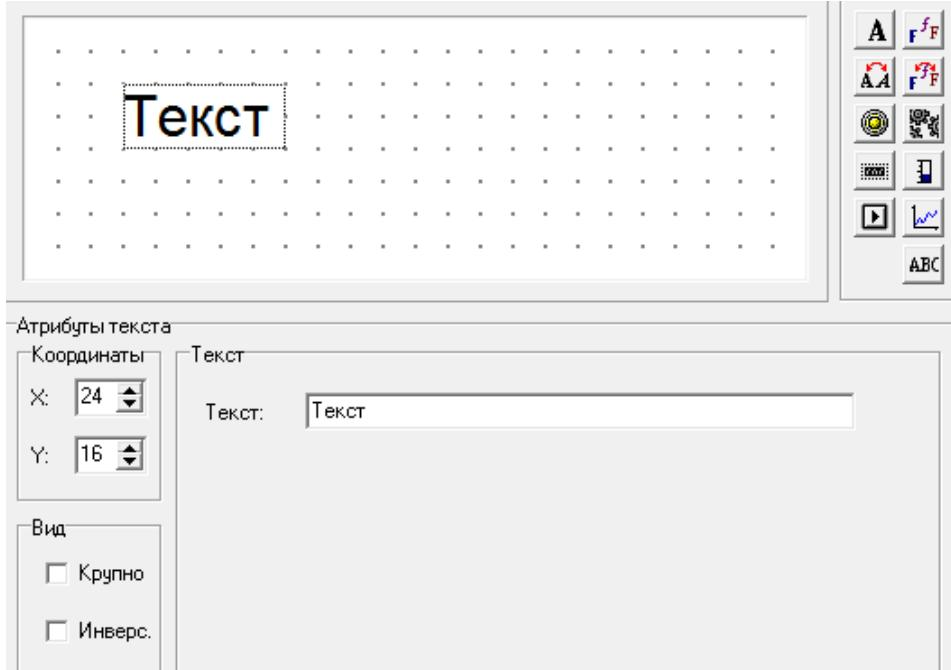

Рис. 4.4. Область отображения текста
1. Нажать кнопку «Текст» (A). В окне редактирования режима отобразится прямоугольная область текста. Одновременно этот текст отображается в поле ввода «Текст», расположенном под окном редактирования (см. рис. 4.4). В этом окне текст можно отредактировать, используя символы (как кириллицы, так и латинского алфавита) и цифры.